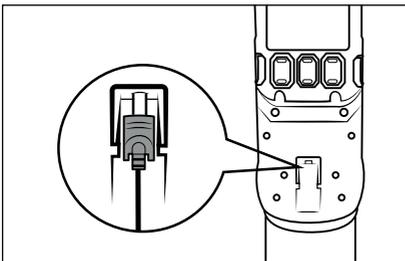

Fig. 8
- ▶ Vuelva a cargar la batería (2) en cuanto el indicador de la batería (27) muestre que la carga residual de la batería (2) ▬▬▬▬ es baja.
- ▶ El aparato se apaga poco después de indicar que la batería (2) ▬▬▬▬ está descargada.
- ▶ La aspiradora también puede cargarse directamente a través del adaptador de red (10). Para ello, extraiga el conector coaxial (11) del soporte mural (18) con un leve giro e insértelo en la conexión de carga (3) del aparato (consulte la fig. 8).